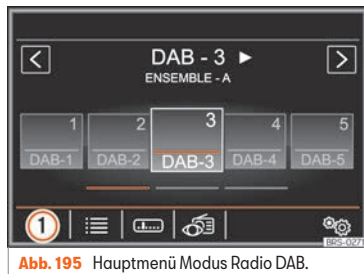

Abb. 195 Hauptmenü Modus Radio DAB.
- Im Hauptmenü **RADIO** die Funktionsfläche »» **Abb. 195** **1** antippen und **[DAB]** auswählen.
Der eingestellte DAB-Sender wird in der oberen Bildschirmzeile **DAB-3** angezeigt, die gewählte Sendergruppe unter **ENSEMBLE-A** »» **Abb. 195**.
Die Funktionsflächen beziehen sich auf das Menü, das erscheint, wenn das Schaltfeld  gedrückt wird **» Abb. 195**.
(Speicherliste): Anzeige der Speichertasten **» Abb. 195**.